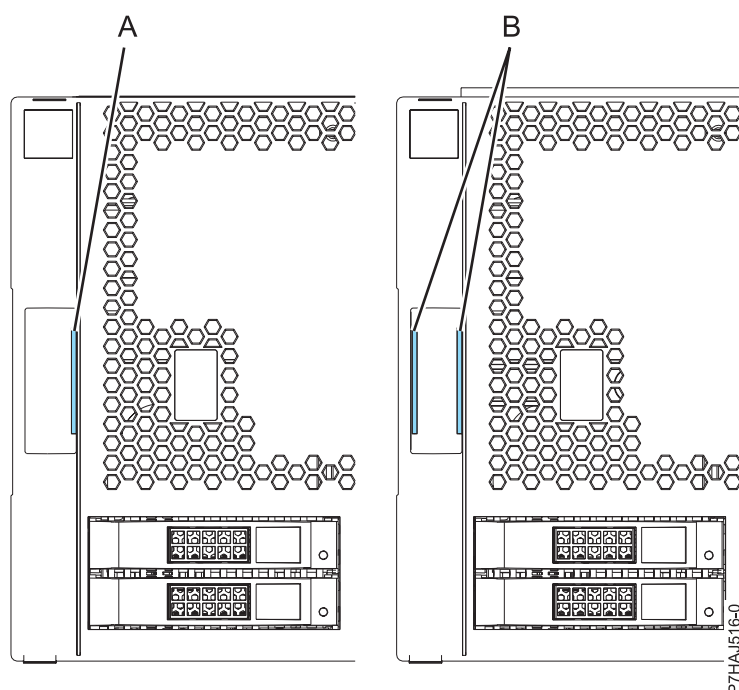

Figura 5. Identificar as tampas mais antigas e as mais recentes
Nota: As tampas mais antigas enviadas antes de 1 de Março de 2011 podem ser identificadas por uma faixa azul única (A) nos trincos do conjunto da tampa. As novas tampas enviadas após 1 de Março de 2011 têm 2 faixas azuis (B) nos trincos do conjunto da tampa. Consulte o tópico Figura 5.